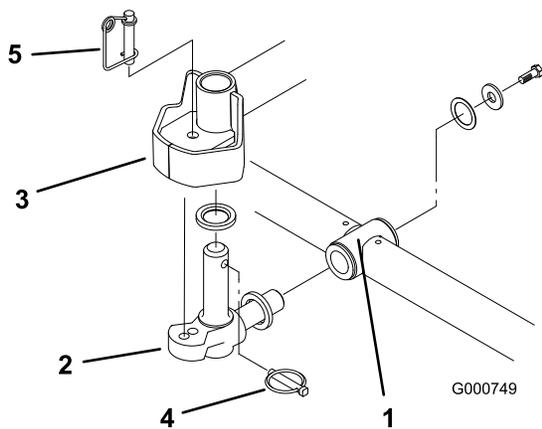

Figura 5
6. Introduza uma anilha de encosto no veio horizontal da articulação como mostrado em Figura 5.
7. Introduza o veio horizontal da articulação no tubo de montagem da estrutura de suporte (Figura 5).
8. Fixe a articulação na estrutura de suporte com uma anilha de encosto, uma anilha chata e um parafuso de cabeça flangeada (Figura 5).
9. Introduza uma anilha de encosto no veio vertical da articulação (Figura 5).
10. Se tiver sido removido, introduza o veio vertical da articulação no encaixe de eixo do braço de elevação (Figura 5). Posicione a articulação entre os dois amortecedores de centragem de borracha existentes no lado de baixo da placa de direcção do braço de elevação.
11. Introduza o pino de sujeição no orifício cruzado existente no veio da articulação (Figura 5).
Nota: Se a posição da unidade de corte tiver que estar fixa, introduza o pino de bloqueio da direcção no orifício de montagem da articulação (Figura 5).
14. Fixe o cabo da mola em volta da parte inferior do pino de bloqueio da direcção (Figura 5).